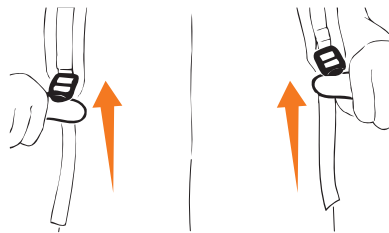

Рис. 8
- Для ослабления, поднимите выступы зажимов ремней (Рис. 8).